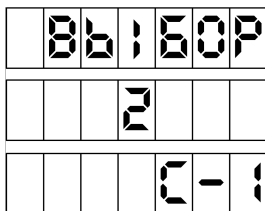

Рисунок 8
– "включен, 2 клавиатуры" отличается тем, что в нижней строке табло дополнительно отображается номер стороны, к которой поднесли карту (рисунок 8). Дальнейшие действия необходимо производить с клавиатуры этой же стороны. Нажатия кнопок противоположной клавиатуры игнорируются.